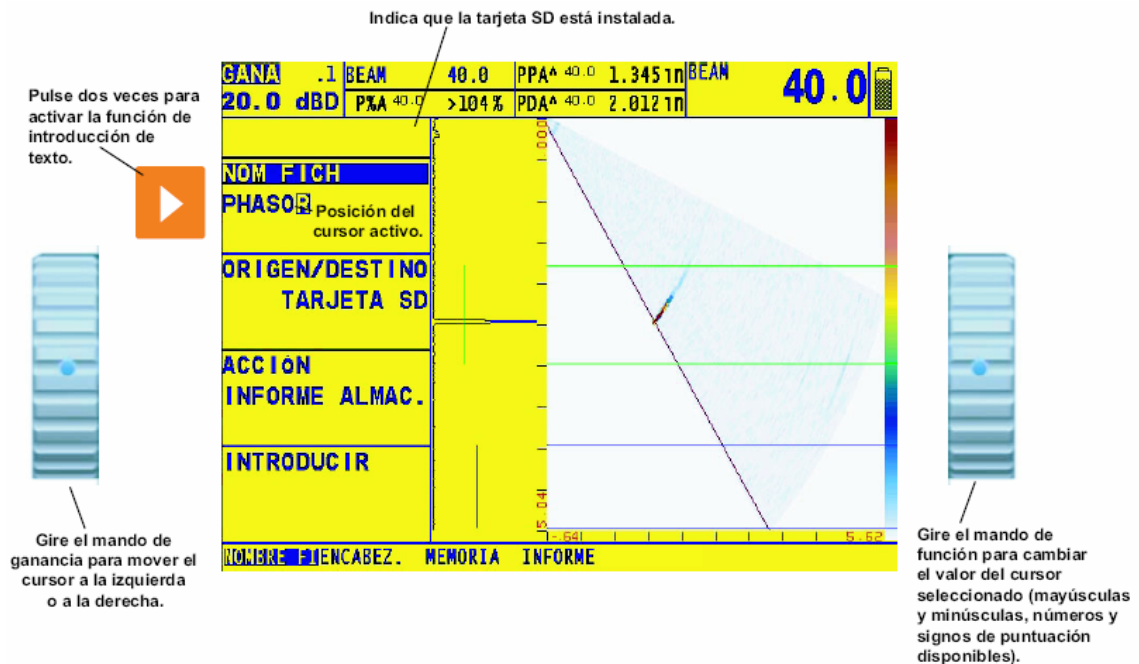

Figura 6-2: La pantalla de introducción de datos permite la introducción o edición de nombres de archivos y de otras etiquetas alfanuméricas.
- Paso 3: Presione dos veces  junto a FILENAME. Utilice las dos perillas y la característica de entrada de texto del Instrumento para ingresar el nombre de la hoja de datos (como se muestra en la Figura 6-2)
Paso 3: Observe que la parte superior de la pantalla contiene cinco líneas para el memo. El primer carácter del memo esta ahora iluminado. Utilice las dos perillas giratorias y la característica de entrada del Instrumento para ingresar o editar el contenido del memo (como se muestra en la Figura 6-2).
Paso 3: Observe que la parte superior de la pantalla contiene una entrada de nueve Caracteres de encabezado de reporte. El primer carácter del encabezado esta ahora iluminado. Utilice las dos perillas y la característica de entrada de texto del instrumento para ingresar o editar el contenido de un encabezado (como se muestra en la figura 6-2)